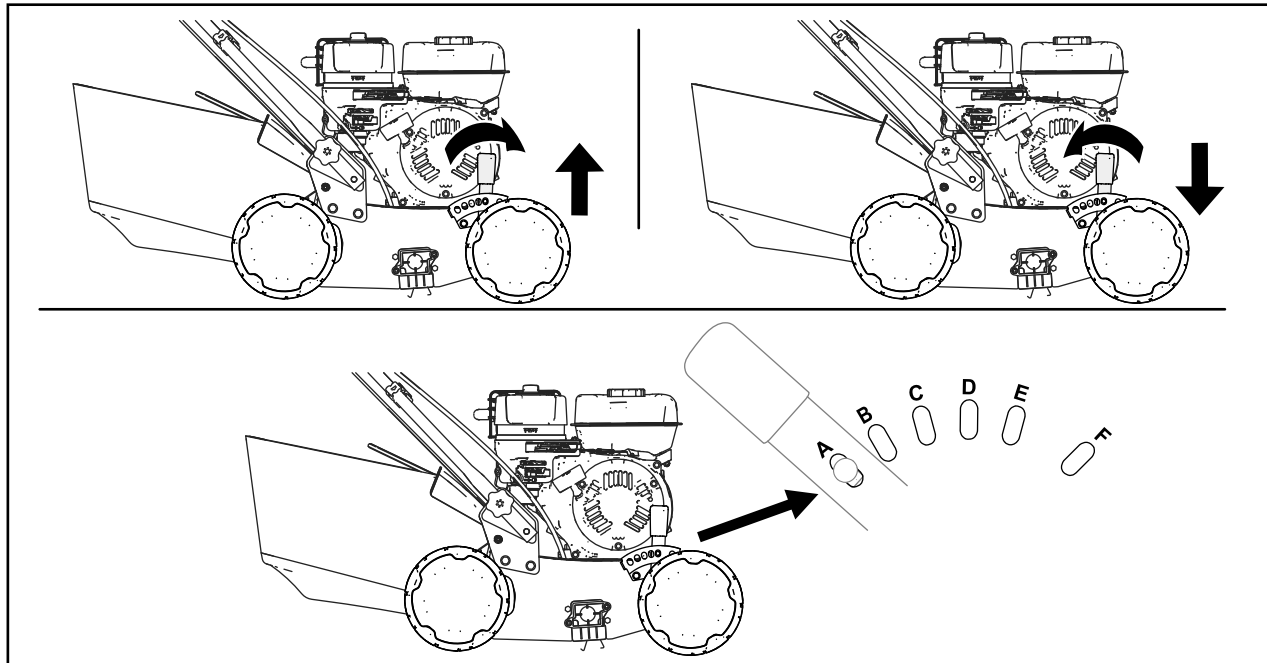

Figura 11
4. Para ajustar a profundidade máxima de corte, ajuste a posição da alavanca de profundidade de corte empurrando-a na direção da máquina e movendo-a para um encaixe diferente (Figura 11).
- A profundidade de corte varia em função da montagem do eixo que tiver instalado; consulte a Figura 11 e a seguinte tabela.